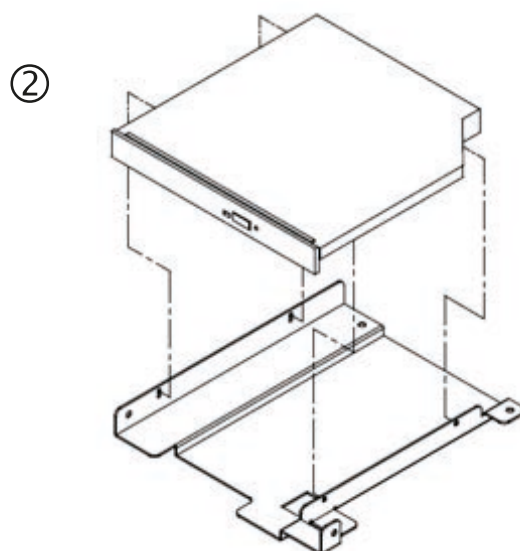

Figure 2.12 Installing ODD/ 安装 ODD/ 安装 ODD
2. Insert the slim ODD module in to the proper location in the bracket and secure them with the screws provided. See Figure 2.12.
2. 将光驱插入支架上的相应位置，并使用提供的螺丝固定（如图 2.12 所示）。